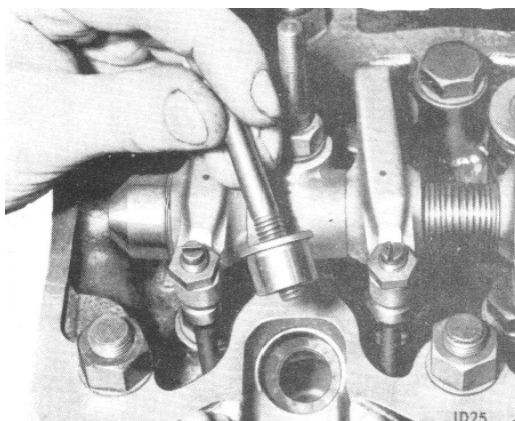

Fig. 64 Dépose de l'écran thermique
4. A l'aide d'un boulon, sortir de la culasse l'écran de chaleur et la rondelle. Si les écrans de chaleur sont abîmés pendant cette extraction, il faut les remplacer (Fig. 64).